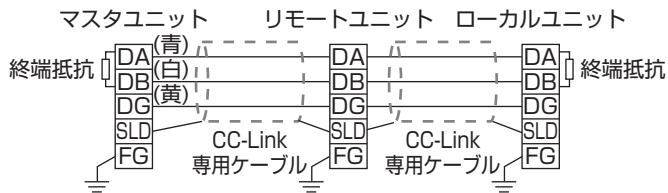

図2
(2)CC-Linkシステムの両端のユニットには、必ず"終端抵抗"を接続してください。(図2参照)